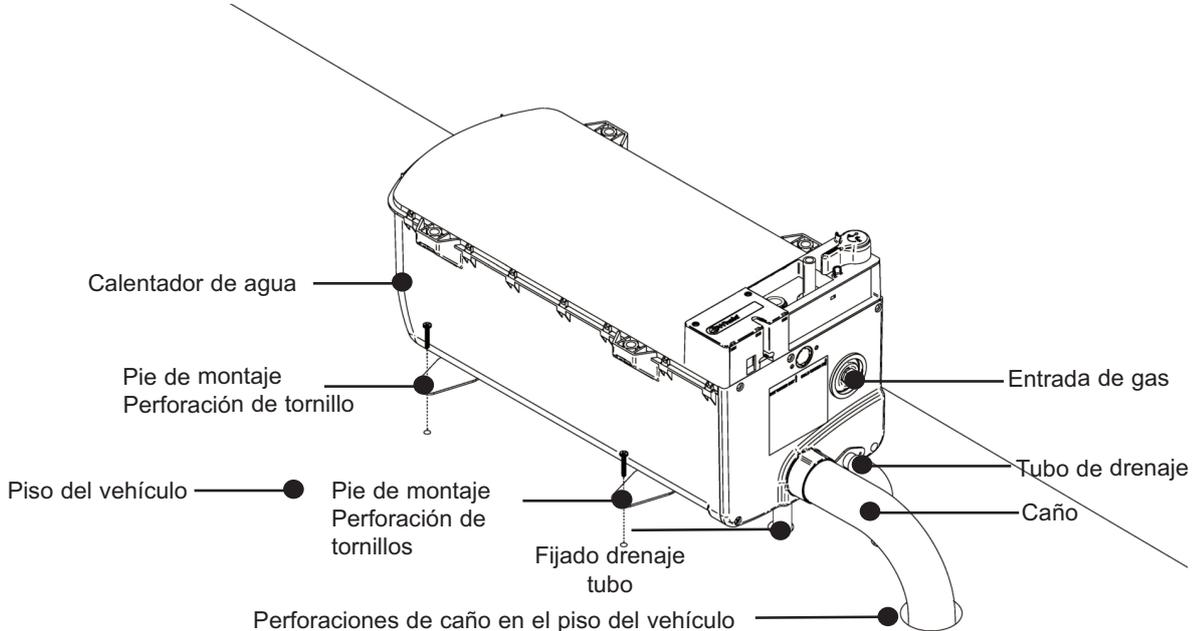

Fig. 28 Asegurar el tanque de agua al piso
- ii. Conectar el calentador de agua al piso del vehículo. Los tornillos **deben** atravesar el pie de montaje, como se muestra en la Fig. 28.